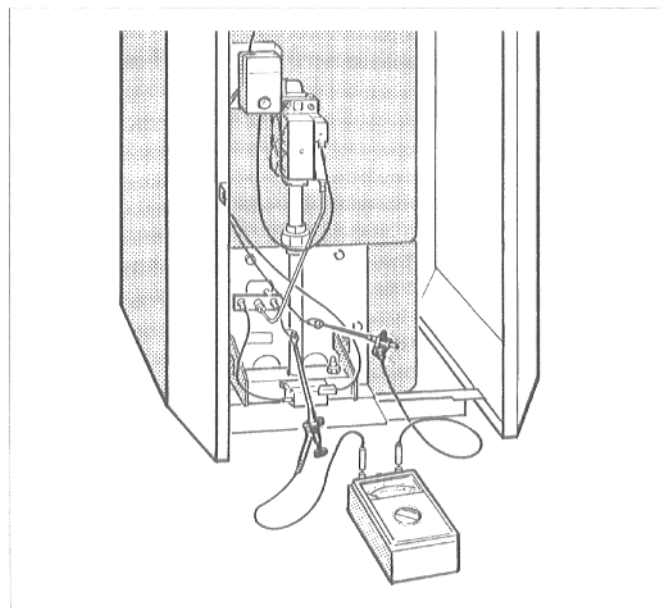

Рис. 37: замер ионизационного тока
- Подключить последовательно измерительный прибор к контрольному кабелю и контрольному электроду (рис. 37). Выбрать у измерительного прибора μA -ный диапазон постоянного тока.